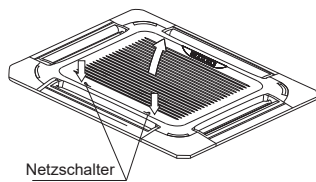

Abb. 5-9
- Die zwei Verschlüsse am Gitter gleichzeitig nach innen schieben und dann hochziehen. (Siehe Abb. 5-9)